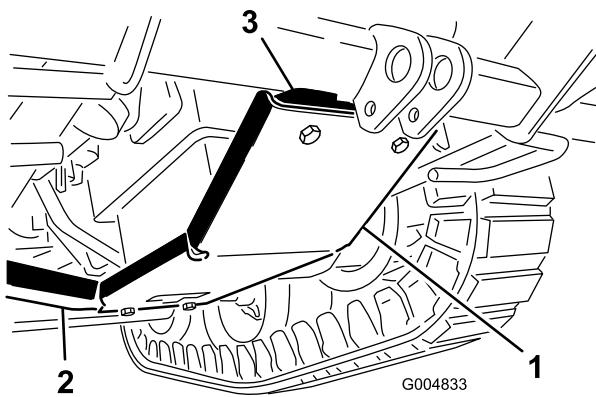

Figura 30
2. Instale a placa de reforço (Figura 30) na estrutura abaixando do motor da seguinte forma:
- A. Monte a parte dianteira da placa de reforço na placa de montagem com 2 parafusos de cabeça flangeada (3/8 x 1-3/4 pol.) e porcas flangeadas (3/8 pol.) (Figura 30).
- B. Monte a parte traseira da placa de reforço no elemento transversal da estrutura com 2 parafusos (3/8 x 1 pol.) e porcas flangeadas (3/8 pol.) (Figura 30). Instale os parafusos traseiros a partir de cima.